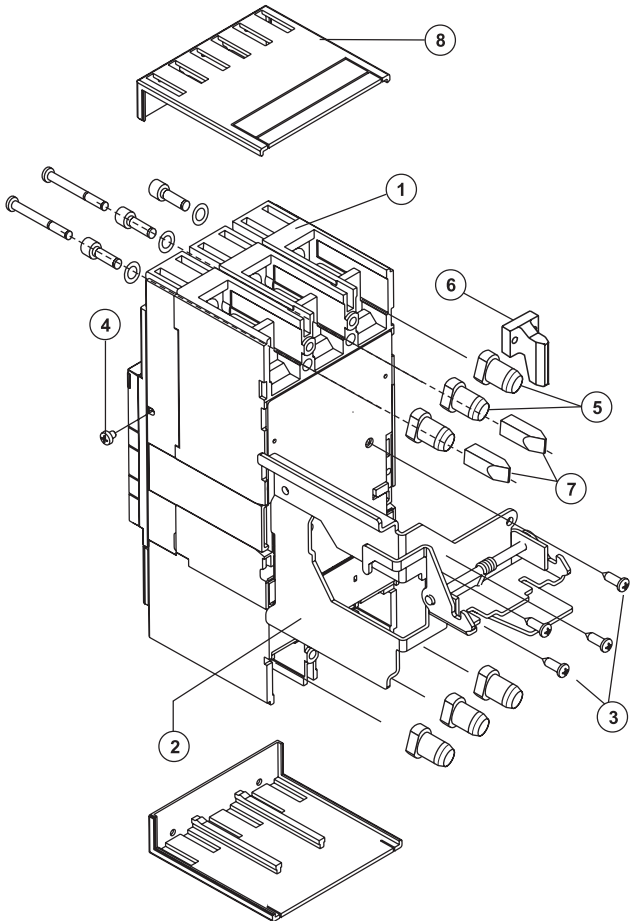

Рисунок 3. Схема сборки монтажных панелей
4.3 Порядок монтажа панели следующий (см. рисунок 3):
- закрепить втычные контакты 5 для ВА88-35(37) или втычные контакты 6 для ВА88-40(43) к выводам